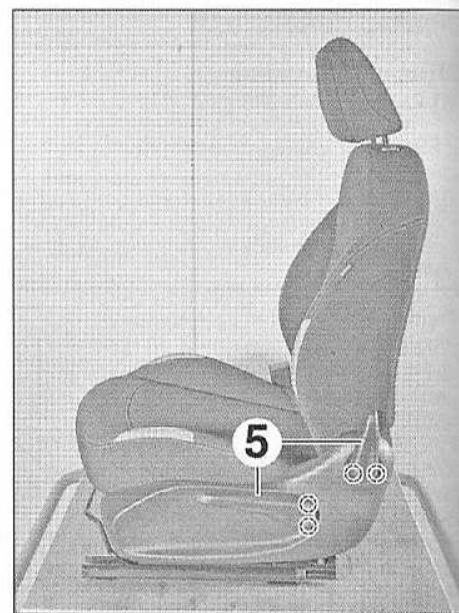

FIG.10
- Dégrafer les enjoliveurs (5) des commandes de siège (Fig.10).